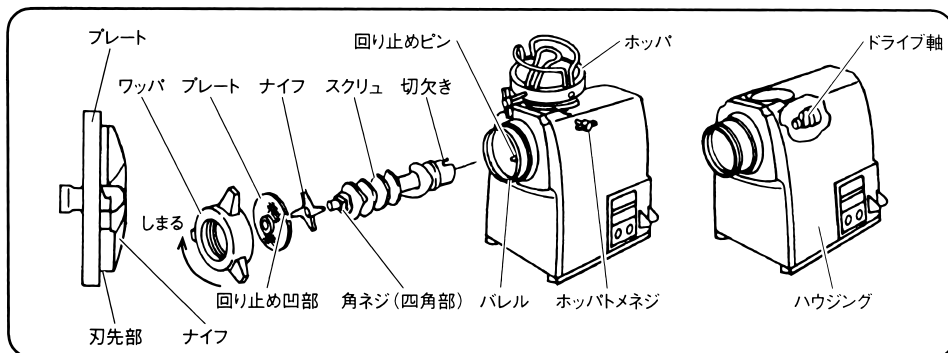

図 5
骨付き肉を挽くとナイフ（図5参照）が欠けたり、モーターが過負荷になり、故障の原因になります。
プレート（図5参照）とナイフは、挽く肉の脂分が潤滑油の働きをして性能を発揮します。長く空運転するとプレートとナイフの接触面に傷がついたり、焼付けを起こす原因になります。
- ⑥ ワッパ（図5参照）は脂身（脂肪）を挽きながら締付けてください。
- ⑦ プレートとナイフは一对で使用、または交換してください。（図5参照）
- **注** 逆回転を続けると、角ネジ（図5参照）がゆるみ破損するおそれがあります。直ちに停止スイッチを押し運転を停止してください。